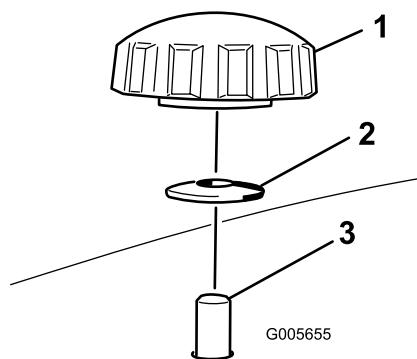

Figura 4
2. Instale el deflector izquierdo en la carcasa, sujetando los espárragos del deflector desde la parte superior del cortacésped con 2 pomos y arandelas curvas (con la cara ahuecada hacia el cortacésped) según se muestra en Figura 3 y Figura 4.
| 3. Coloque el deflector derecho en la carcasa de corte y fíjelo usando 2 pomos y arandelas curvas (cara ahuecada hacia el cortacésped) según se muestra en Figura 3 y Figura 4 . | |